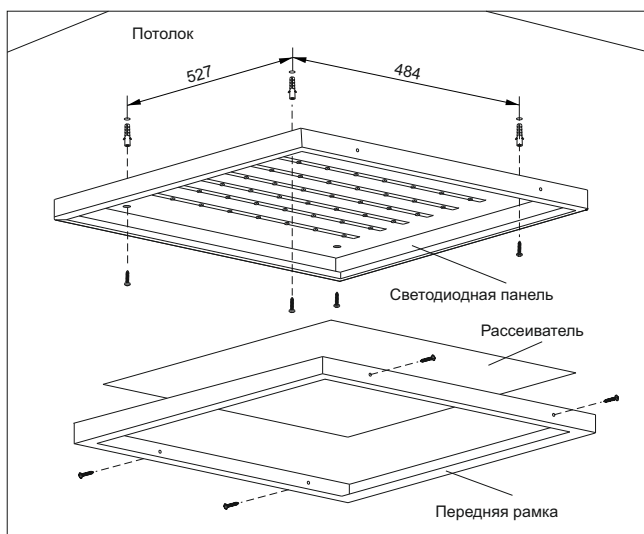

Рисунок 1
5.3.2 Накладной монтаж светодиодной панели производить следующим образом (рисунок 1):